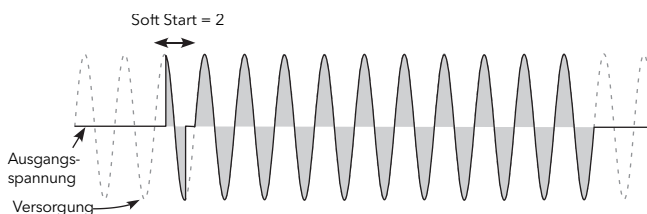

Abbildung 88 Beispiele für Soft-Start
- Soft Start** Nur im Impulsgruppenbetrieb. Die Dauer des Soft-Starts in Netzspannungszyklen, für die die Phasenanschnitt-Rampe zu Beginn jeder Einschaltphase gilt (Abbildung 88).